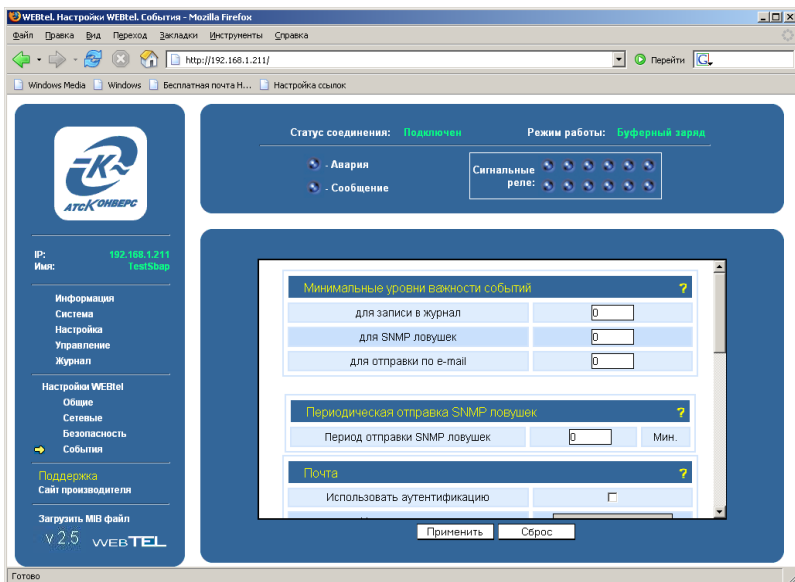

Рисунок 21 – Страница настройки параметров сообщений
7.11.1 Вход на эту страницу (рисунок 21) защищен паролем, аналогично п. 7.5.